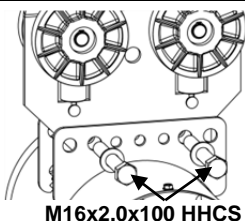
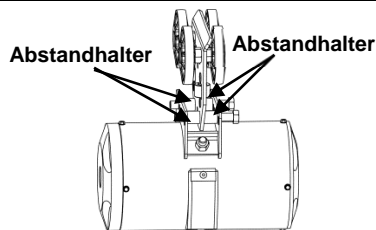

Abbildung 2-12
Abbildung 2-13
- Phase 1. Schieben Sie zwei (2) HHCS- Sechskantschrauben M16 x 2,0 x 100 mm mit Unterlegscheiben Dia.16 in die Bohrungen, die sich auf einer der Platten auf der Anlage befinden, wie in der untenstehenden Abbildung 2-12 dargestellt.
- Phase 2. Schieben Sie einen (1) Abstandhalter 5/8 x 1in. [25mm] auf jede Schraube und schieben Sie die Schrauben in die Befestigungsbohrungen auf der Laufkatze.
- Phase 3. Installieren Sie zwei (2) weitere Abstandhalter, einen (1) pro Schraube, zwischen der Laufkatze und der zweiten Platte auf der zylindrischen Anlage, wie in der untenstehenden Abbildung 2-13 dargestellt.